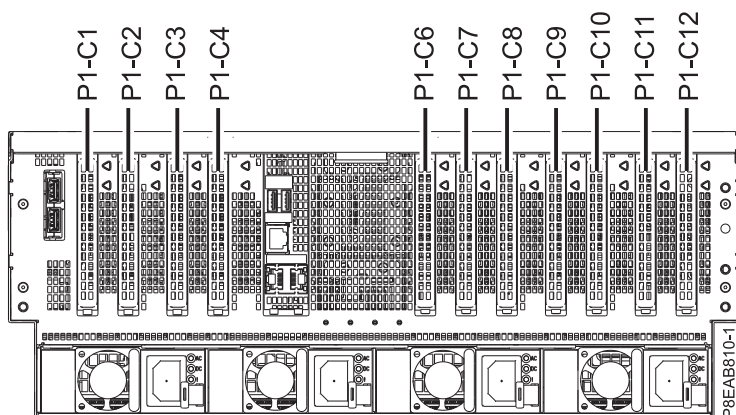

Figura 19. Ubicacions de les ranures de l'adaptador PCIe al sistema 8408-44E o 8408-E8E
1. Familiaritzeu-vos amb les ubicacions de les ranures de l'adaptador PCIe. Els adaptadors PCIe s'instal·len a la part posterior del sistema. A la Figura 19 a la pàgina 30 es mostren les ubicacions dels adaptadors PCIe en un sistema 8408-44E o 8408-E8E.